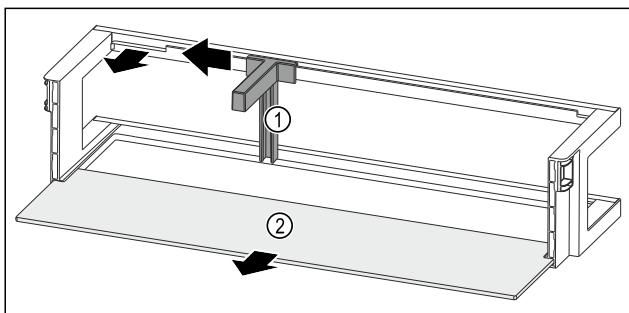

Fig. 196 Türabsteller mit Flaschenhalter und Abstellfläche
- Flaschenhalter Fig. 196 (1) bis zur Aussparung zur Seite schieben.
- Flaschenhalter Fig. 196 (1) entnehmen.
- Abstellfläche Fig. 196 (2) entnehmen.